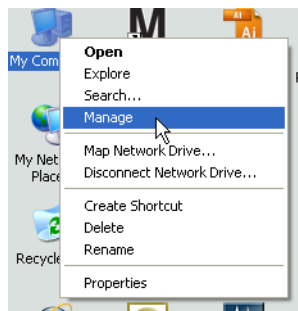

FIG. 53
- a. Cliquez droit sur l'icône My Computer sur l'écran principal, puis cliquez sur Gérer (Manage) (FIG. 53).